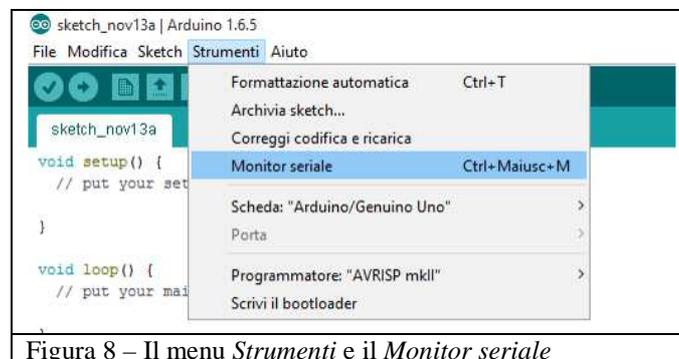

Figura 8 – Il menu *Strumenti* e il *Monitor seriale*
- 2) Cliccare su *Strumenti* e quindi su *Monitor seriale* (vedi figura 8) per avviare lo sketch.